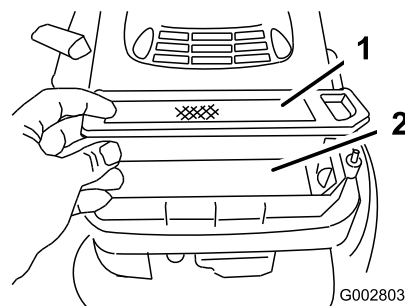

Bild 25
5. Entfernen und entsorgen Sie den Papierluftfilter (Bild 25).